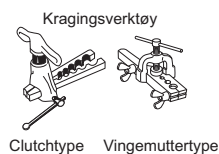
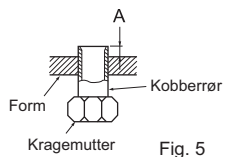

Fig. 4
Fig. 5
- 5) Sett avtappingsslangen helt inn i avtappingsspannen bakerst til høyre i den innvendige enheten. (Fig. 4)
- 6) Sett inn avtappingsslangen i vegghullhylsen (C), og hekt øvre del av den innvendige enheten på installasjonsplaten (1). Flytt så den innvendige enheten helt til venstre for å forenkle plasseringen av rørene i bakrommet til enheten.
- 7) Kutt av et stykke papp fra forsendelseskassen, rull det opp, hekt det på bakre ribbe og bruk det som et avstandsstykke for å løfte den innvendige enheten. (Fig. 5)
- 8) Koble kjølemedierørene til forlengelsesrøret (B).
- 9) Press den nedre delen av den innvendige enheten inn i installasjonsplaten (1).
- 4) Kragingsarbeid (Fig. 4, 5). Hold fast kobberøret med den dimensjonen som er vist i tabellen. Velg A mm fra tabellen i henhold til verktøyet du bruker.